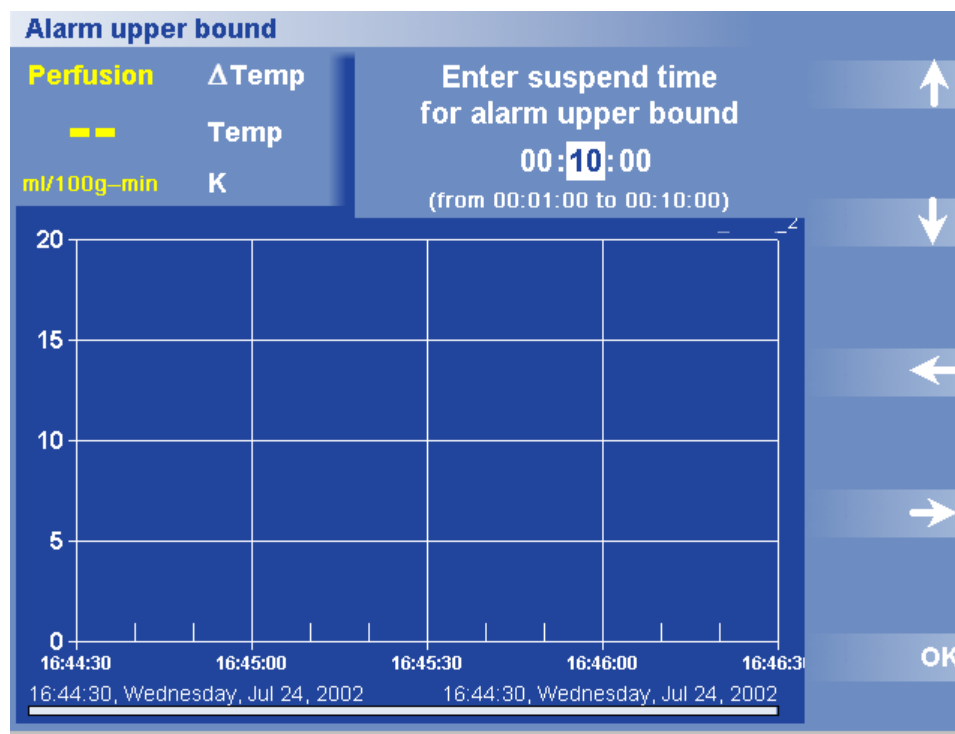

Figura 28. Caixa de Diálogo e Menu Tempo de Suspensão do Alarme Máximo Activado
2. Prima Suspend Time (Tempo de Suspensão). Aparece a caixa de diálogo Tempo de Suspensão (Figura 28).